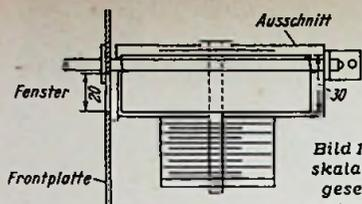
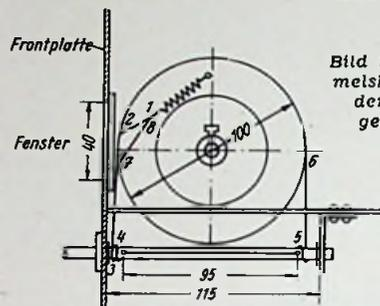

Bild 1. Trommelskala von unten gesehen, ganz unten der Drehkondensator
Bild 2. Trommelskala von der Seite gesehen
Eine für Meßgeräte geeignete Trommelskala kann man sich ohne großen Aufwand leicht selbst herstellen. Zu diesem Zweck schneidet man aus einer unverbeulten Blechbüchse von 100 mm Durchmesser den Boden mit einem 30 mm breiten Rand aus. Um die Trommel versteifen und auf der Drehkondensatorachse befestigen zu können, schraubt man sie auf ein glattes Skalenrad von etwa 50...70 mm auf. Da die Trommel bis unter das Chassis reicht, wird es rechteckig ausgeschnitten (Bild 1). Die Antriebsachse besteht aus einem 140 mm langen Eisenstab von 6 mm Durchmesser, in den nach Bild 2 zwei Löcher (Durchmesser je 2,5 mm) gebohrt werden. Damit die Achse in ihrer Längsrichtung nicht verrutscht, sägt man an der Innenseite der beiden Lager Einschnitte ein und schiebt Sprengringe auf. Das an der Frontseite befindliche Lager besteht aus einem Messing- oder Eisenblech von mehr als 2 mm Stärke.
Der Antrieb erfolgt über eine Skalen-schnur. Die Schnur-Durchführungen zur Spannfeder werden nach Bild 2 mit Hilfe einer Reißnadel in die Trommel dicht am Rand der ehemaligen Blechbüchse von außen
eingestochen, damit kein Grat entsteht, an dem die Schnur beschädigt wird. Die Schnur läßt sich bei eingedrehtem Drehkondensator aufziehen und zwar von Punkt 1 über 2 zu 3. Sodann werden nach Bild 2 zehn Windungen um die Achse zu den Punkten 4 und 5 gewickelt. Nach zwei weiteren Windungen, die zu 6 und 7 führen, wird die Schnur bei 8 an der Feder befestigt. Nun klebt man die Trommel mit glattem Zeichenkarton und trägt die Eichung auf. Es empfiehlt sich, das Skalenfenster (40×20 mm) mit Plexiglas abzudecken, das auf beiden Seiten mit Hilfe der Reißnadel eingeritzt wird, und so eine parallaxfreie Ablesung ermöglicht. Die ent-standenen Striche sind mit roter Tusche aus-zuziehen W. Weyrauch
J. F. Craib beschäftigt sich mit Schaltung und Dimensionierung von Impulsverlängerungsketten, die eine bis zu 25fache Impulsverlängerung bei ausreichender Proportionalität zwischen Eingangs- und Ausgangsamplitude ermöglichen. Bei den gewöhnlichen Verzögerungsgliedern (Bild 1) können die abgegebenen Impulse nie flache
Rechts: Bild 1. Übliches Verzögerungsglied für Impulse
Unten: Bild 2. Schaltung zur Verlängerung der Impulsdauer von 1 bis 15 µsec ohne Amplitudenverlust
Scheitel haben, weil der verlängerte Teil des Impulses grundsätzlich aus der exponentiell verlaufenden Entladungskurve des RC-Gliedes besteht. Hinzu kommt, daß der allmähliche Auslauf der Entladungskurve die gewünschte Impulsdauer übersteigt und bereits bis in den nächsten Impuls reichen kann. Eine Lösung nach Bild 2 hingegen, die aus einer Vielfach-LC-Verzögerungskette besteht, ermöglicht Impulsverlängerungen mit linealfachem Scheitel und weitgehender Proportionalität zwischen Eingangs- und Ausgangsimpuls. In der gezeigten Anordnung können Impulse bis zur Größenordnung von 10 Volt verarbeitet werden. hgm